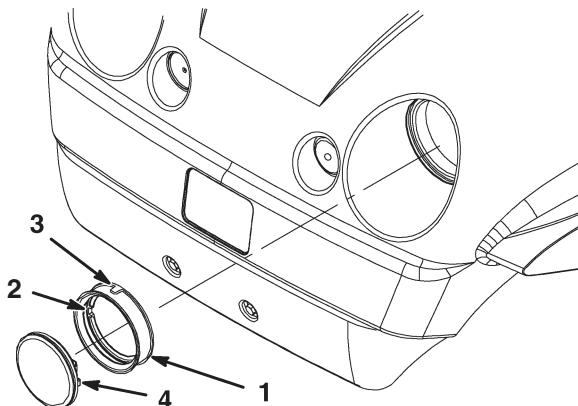

Bild 33
4. Entfernen Sie die Gummidichtung um den Scheinwerfer (Bild 33). Entsorgen Sie den Scheinwerfer.
5. Fluchten Sie die Auskerbung an der Innenseite der Dichtung mit der Auskerbung am neuen Scheinwerfer aus (Bild 33). Schieben Sie die Dichtung so weit auf den Scheinwerfer, dass sie sicher anliegt.